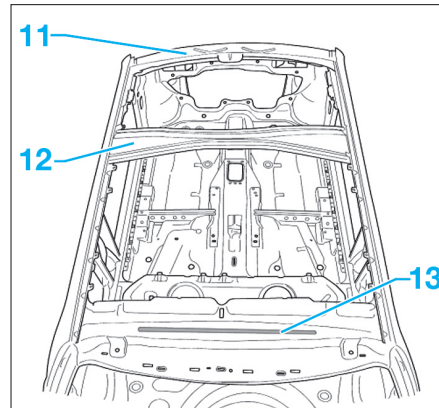

FIG. 83
- Appliquer un cordon de colle mono-composant sur la traverse arrière de pavillon (13) (Fig.83).